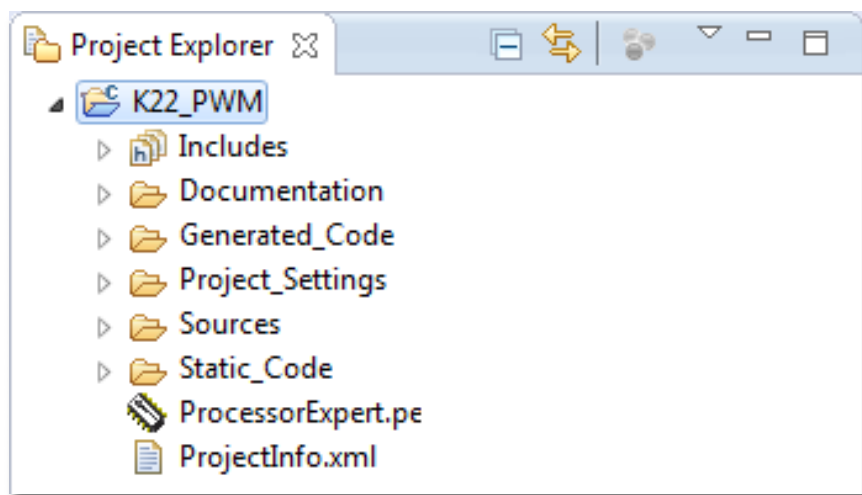

图 52 在KDS中新建工程步骤五
5. 在完成上述配置后，点击“Finish”可以看到如图 52 所示的“Project Explorer”界面。